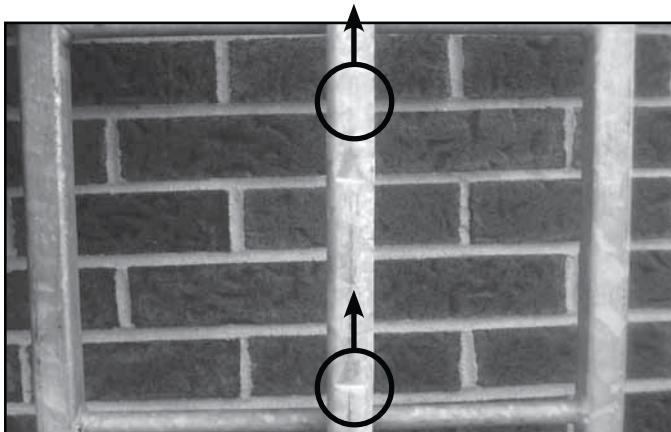

FIGURA 9: RANURAS INSTALADAS CORRECTAMENTE (APUNTAN HACIA ARRIBA)
2. Las ranuras deben apuntar hacia la parte superior de la escalera. El DESLIZADOR SAF-T-GRIP™ no se activará durante una caída si las ranuras apuntan en otra dirección (véase la Figura 9 y 10).